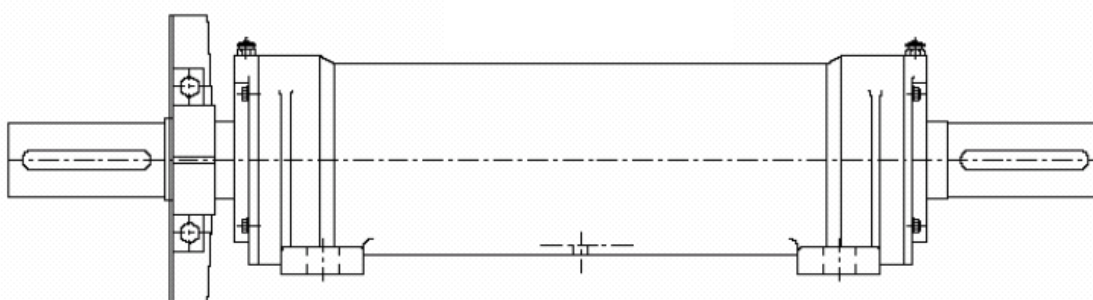

Figura 10-12 Soporte con ventilador de refrigeración
- 1.- En el caso de soportes que incorporen ventilador de enfriamiento, desmontarlo (Figura 10-12)